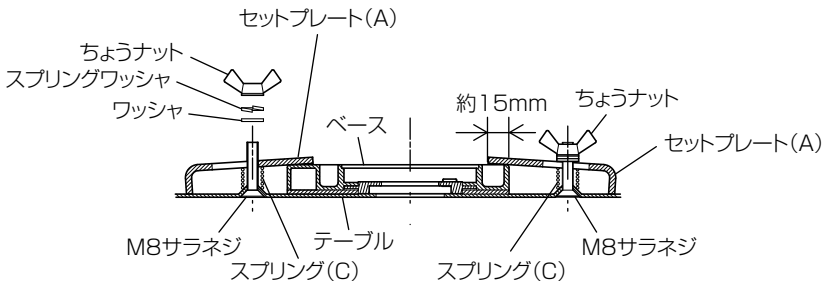
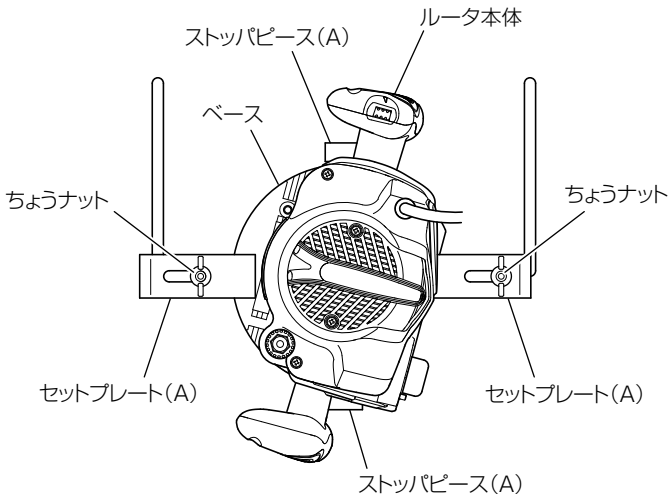

図 8
図 9
- (5) M8 サラネジにスプリング (C)、セットプレート (A)、ワッシャ、スプリングワッシャ、ちょうナットの順に取付けます。(図 8)
- (6) セットプレート (A) とベースが 10 ~ 15 mm 程重なる位置にセットプレート (A) を合わせ、この状態でちょうナットを十分に締付け、ルータ本体をテーブルに確実に固定します。(図 8、図 9)